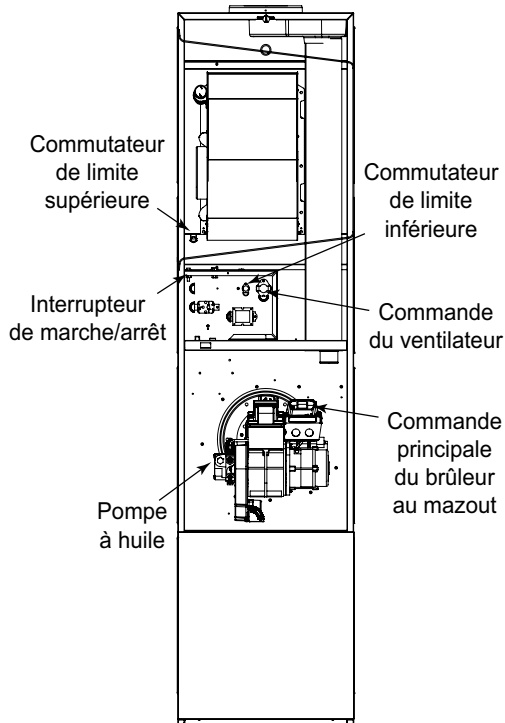

Figure 2. Composants de la fournaise au gaz MG1
7. Réglez l'interrupteur/le bouton de marche/arrêt du robinet de gaz en position OFF (arrêt). Consultez la Figure 2 pour connaître le type de robinet de gaz et l'emplacement de l'interrupteur/du bouton de marche/arrêt.
Les composants de la fournaise illustrés à la Figure 2 facilitent l'identification et le repérage des différentes pièces de la fournaise. Il est essentiel que vous vous familiarisiez avec le robinet de gaz. Vous utilisez ce robinet pour mettre la fournaise en marche ou l'arrêter. Il n'y a aucune autre pièce réparable. Toutes les réparations doivent être effectuées par un technicien en CVC agréé.